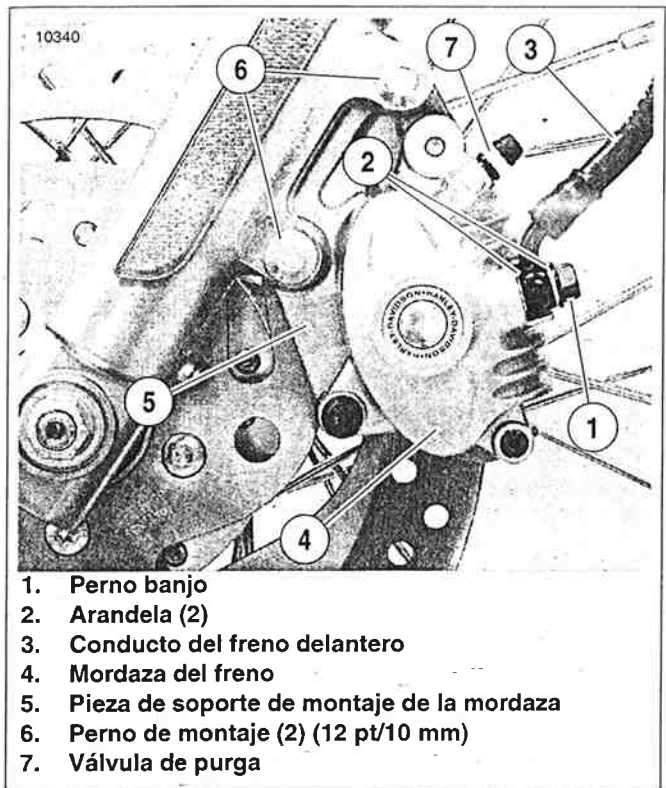

Figura 2-105. Conjunto de la horquilla delantera
2. Vea la Figura 2-105. Coloque la mordaza del freno (4) con la pieza de soporte de montaje (5) sobre el disco de freno con la válvula de purga (7) hacia arriba. Instale los pernos de montaje (6) en los agujeros de montaje en la pata de la horquilla. Apriete a 38,0-51,6 N·m (28-38 lb-pie).